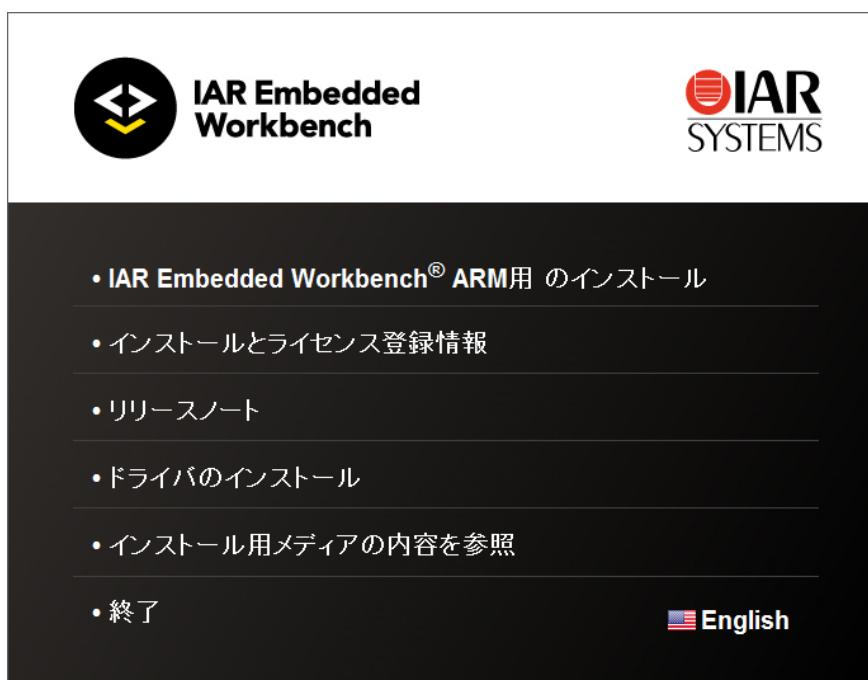

図 3.1.1.1 起動直後の IAR Embedded Workbench インストールウィザード
- (1) IAR システムズ社の Web サイトより、IAR Embedded Workbench for ARM のインストーラを入手します。
- (2) Windows 上で動作している全てのアプリケーションを終了します。
- (3) インストーラをダブルクリックして起動します。起動すると、インストールウィザードが表示されます。(図 3.1.1.1)
- (4) インストールウィザードの[IAR Embedded Workbench® ARM 用インストール]をクリックします。(図 3.1.1.1)